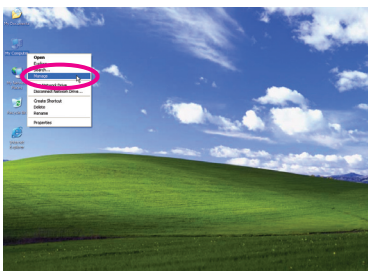
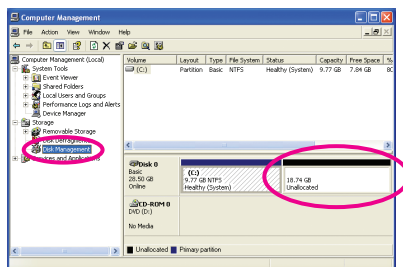

Figura 4
Figura 5
4. Depois que sistema operacional for instalado, clique com o botão direito no ícone **My Computer (Meu computador)** na sua área de trabalho e selecione **Manage (Gerenciar)** (Figura 4). Vá em **Computer Management (Gerenciamento do computador)** para verificar a alocação do disco. Xpress Recovery2 salvará o arquivo de backup no espaço não alocado (listra preta no topo) (Figura 5). Nota que se não houver suficiente espaço não alocado, Xpress Recovery2 não pode salvar o arquivo de backup.